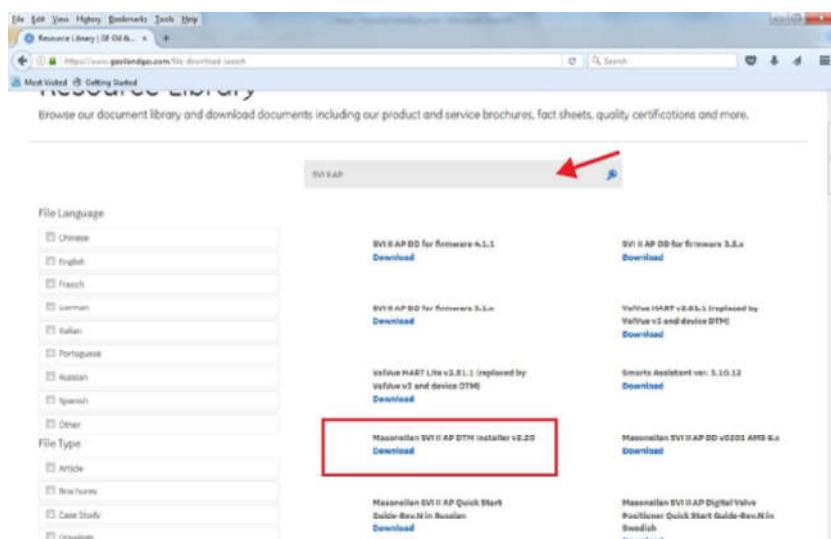

Рис. 11. Центр загрузки: Поиск SVI II AP DTM
1. Зайти в библиотеку ресурсов (<https://www.geolandgas.com/file-download-search>) и ввести SVI II AP DTM в строку поиска (стрелка на Рис. 11).
Появятся результаты (Рис. 11).